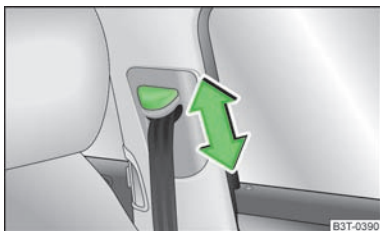

Abb. 140
- Den Umlenkbeschlag drücken und in die gewünschte Richtung nach oben oder unten schieben » Abb. 140.